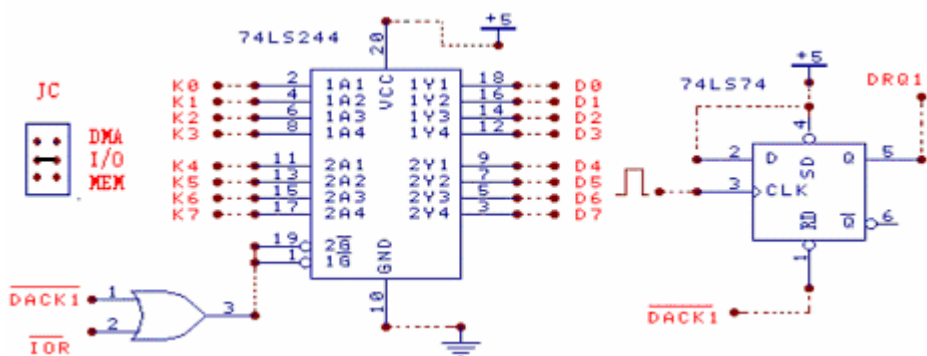

图14-3
- 3、用通用插座按图14-3连接好电路(74LS74利用实验台上的D触发器)。编程在主机内存缓冲区D4000H, 偏移量为0的位置开辟数据缓冲区, 使用Demand Mode DMA方式从外设向内存传送8个数据并存入数据缓冲区, 编程不断显示缓冲区的数据。